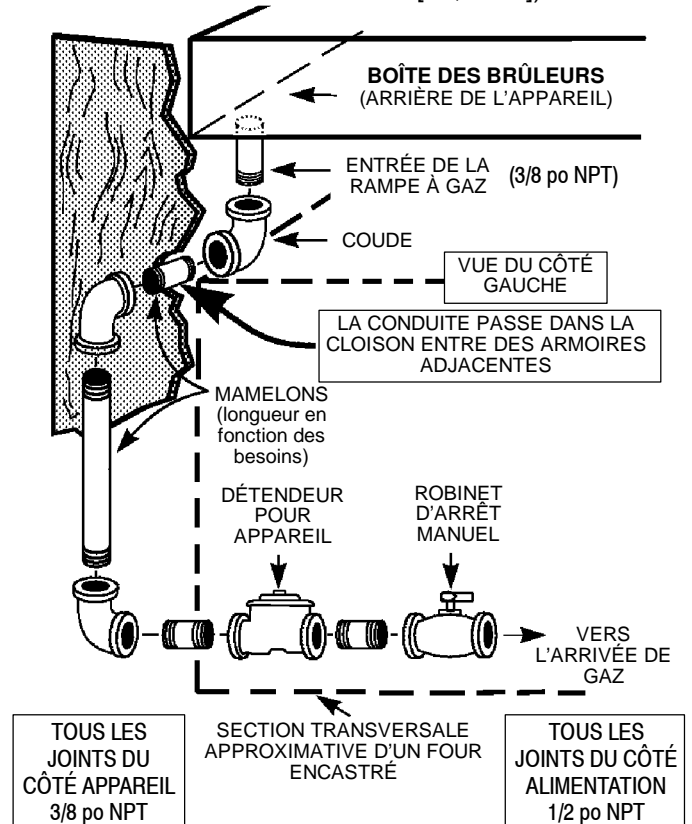

FIGURE 4
Remarque concernant la figure 4 ci-dessus :
- Pour plus de facilité à l'entretien, un raccord-union (non montré : disponible localement) doit être inclus dans la conduite illustrée à la figure 4, à l'endroit le plus pratique pour la pose. En général, ce sera dans une armoire au-dessous de l'appareil, près de l'entrée de la rampe à gaz, plutôt que dans une armoire adjacente.
Si la prise doit être montée dans une armoire adjacente à gauche ou à droite, un trou comme celui décrit ci-dessus doit être pratiqué dans la cloison entre les armoires. La figure 4, page 5, illustre une cloison type (côté gauche). Le trou pour la fiche (non montré à la figure 4) peut être